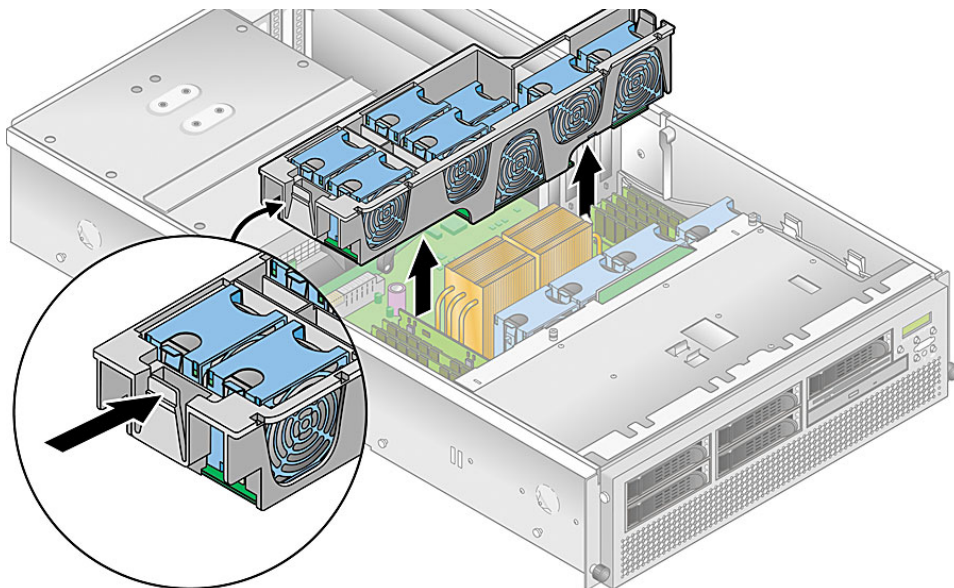

図 4-23 背面ファンケース構成部品の取り外し
3. ファンケースの両端にある留め具を内側に強く押し込みます (図 4-23 を参照)。
3. 背面ファンケーシング構成部品を取り外します。ファンケーシングの両端にある留め具を内側に強く押します (図 4-23 を参照)。